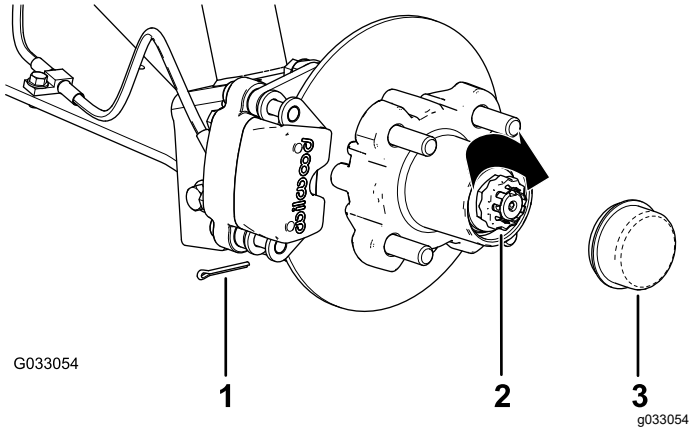

Figure 35
- Placez l'arrêt d'écrou sur l'écrou et vérifiez que la fente dans l'arrêt et le trou dans la fusée sont alignés afin de pouvoir insérer la goupille fendue (Figure 35).
- Insérez la goupille fendue et repliez chacune de ses pattes autour de l'arrêt d'écrou (Figure 35).
- Reposez le couvercle-moyeu sur le moyeu (Figure 35).